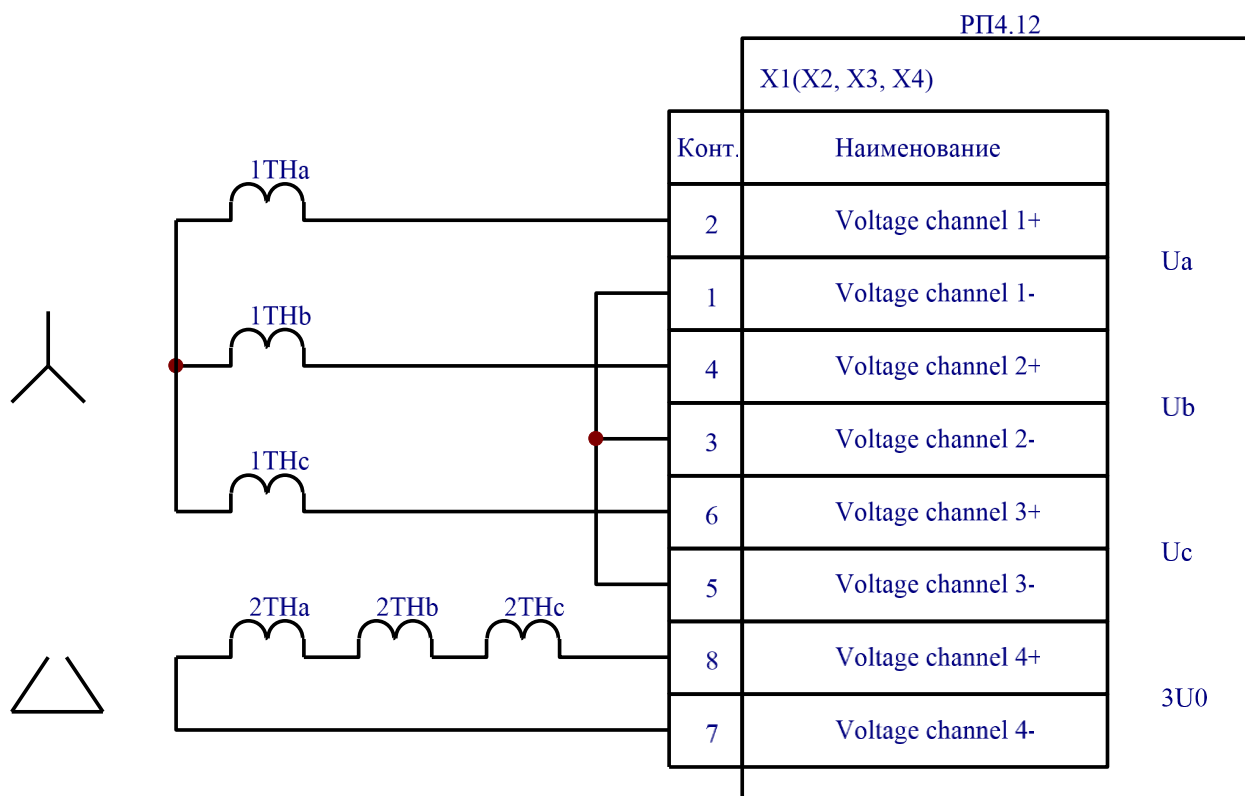

Рисунок 7 – Схема подключения цепей напряжения переменного тока (вариант 1)
6.4.4 Входы аналоговых сигналов для измерения напряжения переменного тока подключить в соответствии со схемой (рисунок 7 или 8), в зависимости от схемы подключения звезда или треугольник.